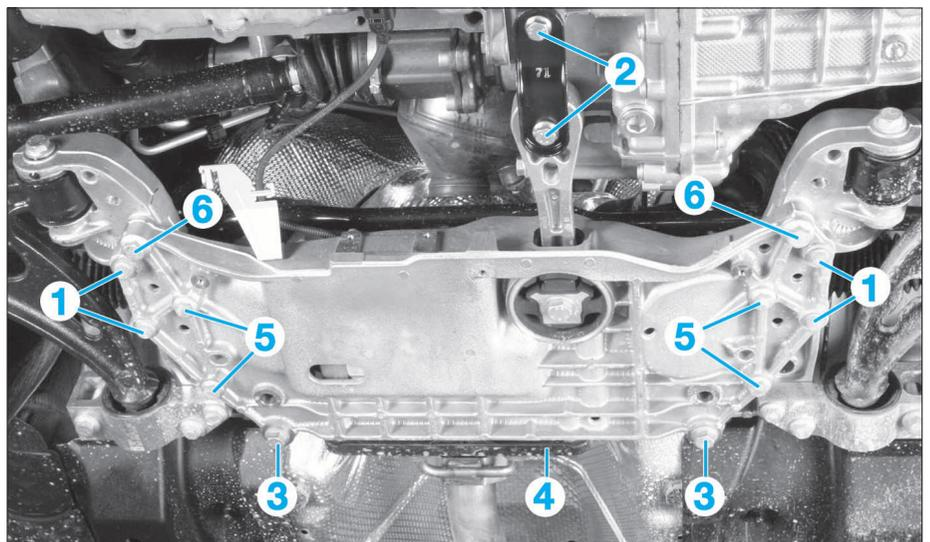

FIG. 10
- Dévisser les vis de fixation (1) de la barre stabilisatrice du berceau (Fig.10).
- Déposer les vis (2) du tirant antibasculement de la boîte de vitesses.
- le support d'échappement (4) du berceau (Fig.10).
- les fixations (2) du tirant antibasculément sous la boîte de vitesses.